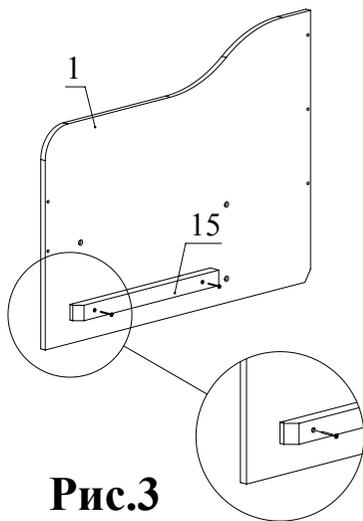

Рис.3
4. С помощью шурупов 4x40 закрепите деревянные брусья на деталях 1,2 (Рис. 3).